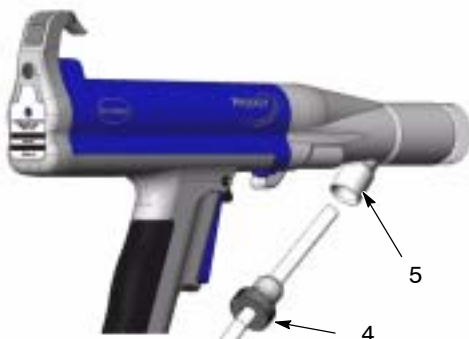

Abb. 2 Pulverschlauch abnehmen
4. Siehe Abbildung 2. Den Verriegelungsring (4) am Pistolenadapter (5) losschrauben und den Pulverschlauch durch den Pistolenadapter herausziehen.
6. Siehe Abbildung 2. Den Verriegelungsring (4) auf das Ende des flexiblen Pulverschlauchs schrauben.